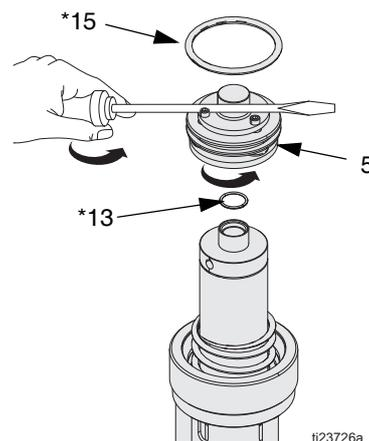

FIG. 12 Valvola pneumatica della serie B
3. *Serie B (e motori pneumatici successivi):* Svitare la valvola pneumatica (5). Se necessario per facilitare la rotazione, infilare un cacciavite tra le teste delle viti e il cappuccio esagonale della valvola pneumatica (5). Ispezionare gli anelli di tenuta (13\* e 15\*) per rilevare l'eventuale presenza di danni e sostituire se necessario. Assicurarsi che l'anello di tenuta (13\*) sia posizionato correttamente e non schiacciato. Vedere FIG. 12.
**NOTA: Vedere Riparazione del motore pneumatico, il passo 3 e il passo 4 (Fig. 12) per avvertenze speciali sul rimontaggio.**